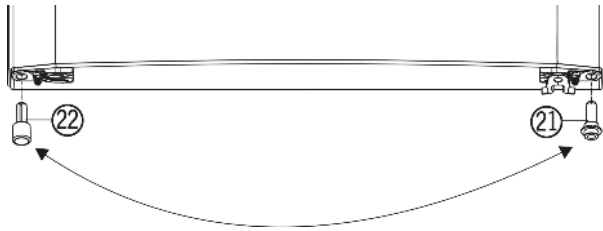

Fig. 4
- ▶ Linksonder de afstandhouder Fig. 4 (22) uit de deur verwijderen.
- ▶ De afstandhouder Fig. 4 (22) weer rechtsonder in de deur plaatsen.